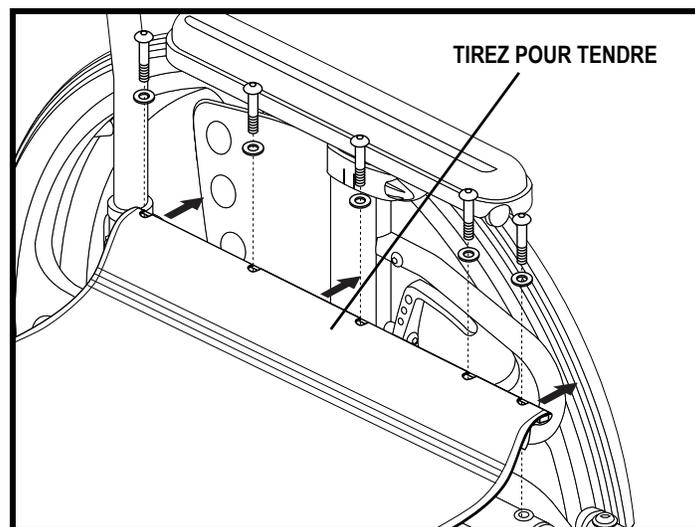

Figure 47. Réglage de la tension du siège
1. Desserrez les vis qui attachent longeron sur le côté gauche (côté avec bande de velcro). **Voir la figure 47.**